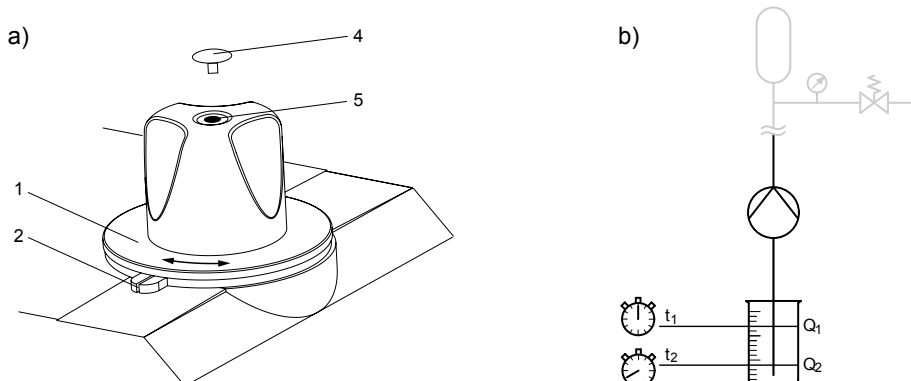

Fig. 22: a) Ajuste de la escala circular, b) Esquema de montaje para la calibración
4. ➤ Retire la caperuza (4) del botón de ajuste de carrera y afloje ligeramente el tornillo (3) que hay por debajo.
5. ➤ Inserte la tubería de aspiración en el recipiente de medición, consulte Fig. 22.
- 13.** ➤ Gire únicamente la escala circular (1) hasta que la marca de 100% quede exactamente sobre la ranura de escala (2).
- 14.** ➤ Apriete con cuidado el tornillo (3) en el botón de ajuste de carrera e inserte la cubierta (4).